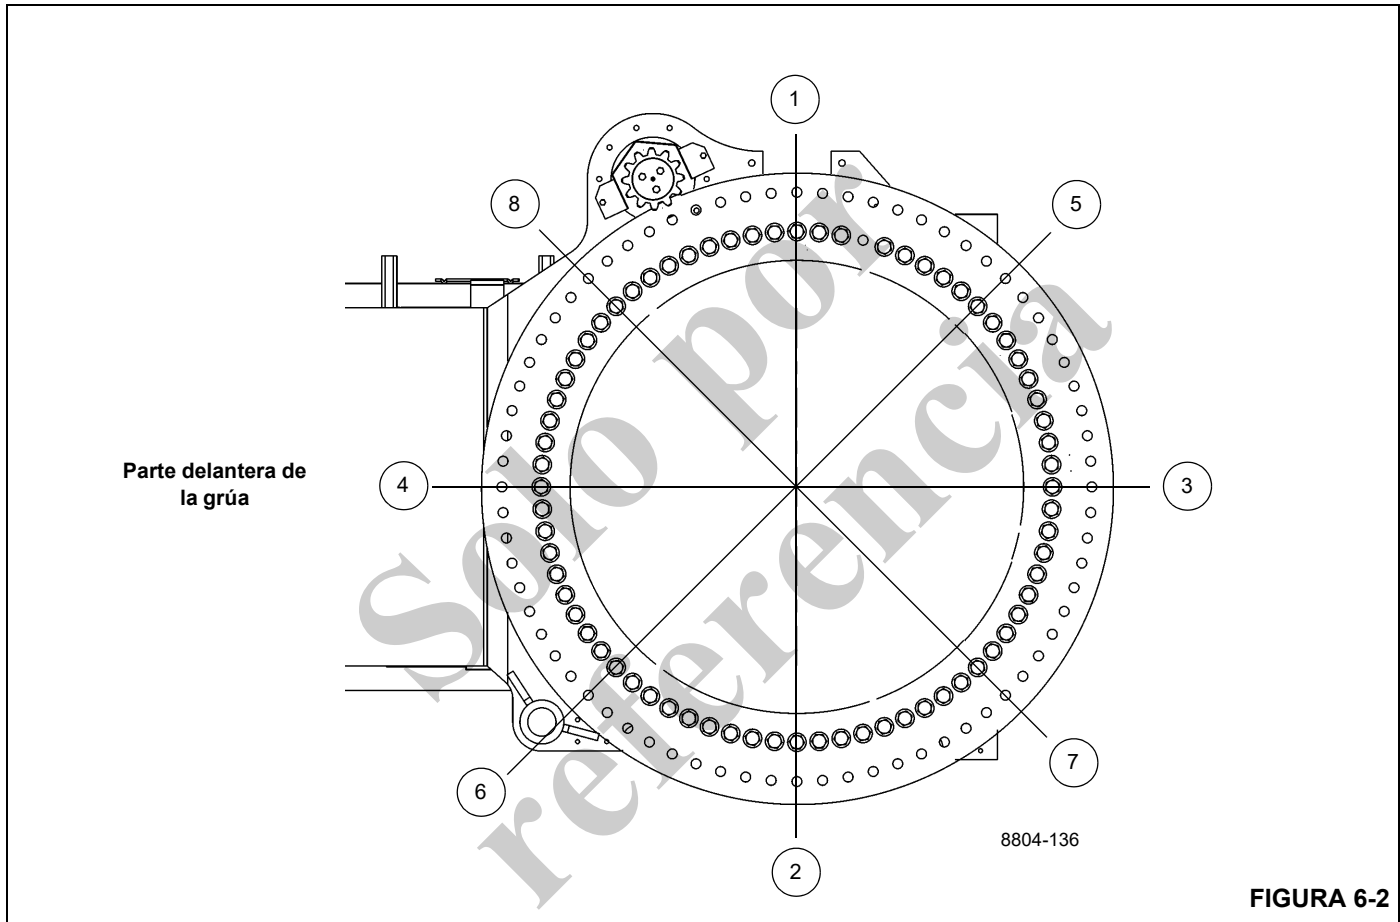

FIGURA 6-2
2. Apriete los ocho pernos a un 80 % del valor de apriete especificado con el patrón de secuencia que se muestra en la Figura 6-2; consulte *Sujetadores y valores de apriete*, página 1-15 para el valor de apriete correcto. Las herramientas utilizadas son el casquillo, llave multiplicadora, adaptador de juego entre dientes, las extensiones que sean necesarias y una llave torsiométrica.